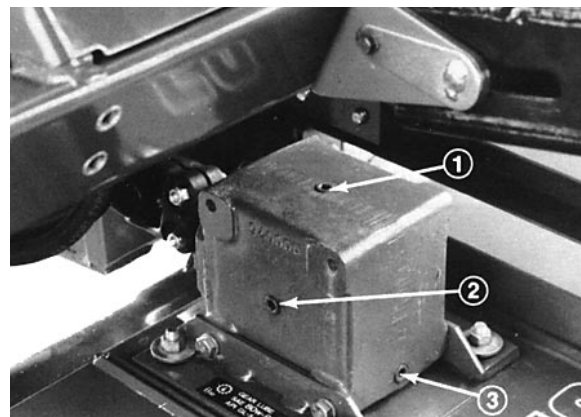

Fig. 2
2. Fjern kontrolproppen fra siden af gearkassen og sørg for, at olien står op til bunden af hullet (fig. 2). Hvis oliestanden er lav, skal påfyldningsproppen ovenpå gearkassen fjernes og der skal hældes nok olie på, til olien står op til bunden af hullet i siden.